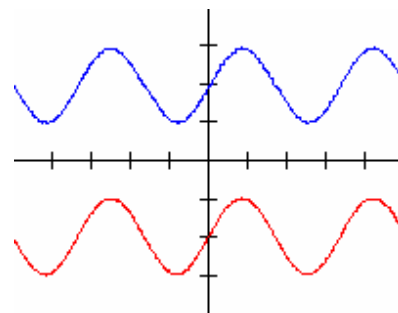

Figura 4. Esquemático del circuito base
5. Se capturó la imagen resultante (Imagen Base) en el programa de “HPVVEE”. Esta se muestra en la figura 4.